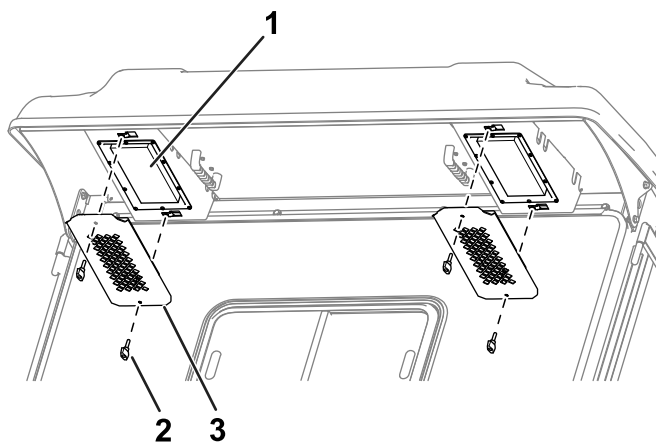

Figura 88
1. Retire los pomos y las rejillas del reborde trasero de la cabina (Figura 88).
4. Utilice los pomos y las rejillas para instalar los filtros en la cabina (Figura 88).